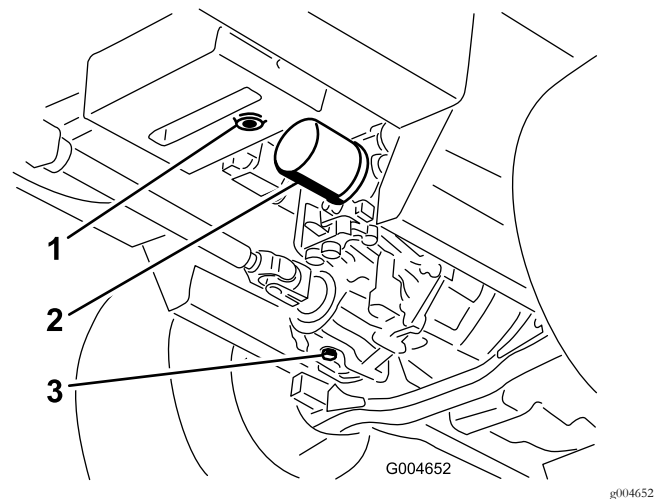

Figura 62
3. Coloque um recipiente grande sob o reservatório hidráulico e cárter da transmissão e retire os bujões, drenando todo o fluido hidráulico (Figura 62).
4. Limpe a zona em redor do filtro de fluido hidráulico e retire o filtro (Figura 62).